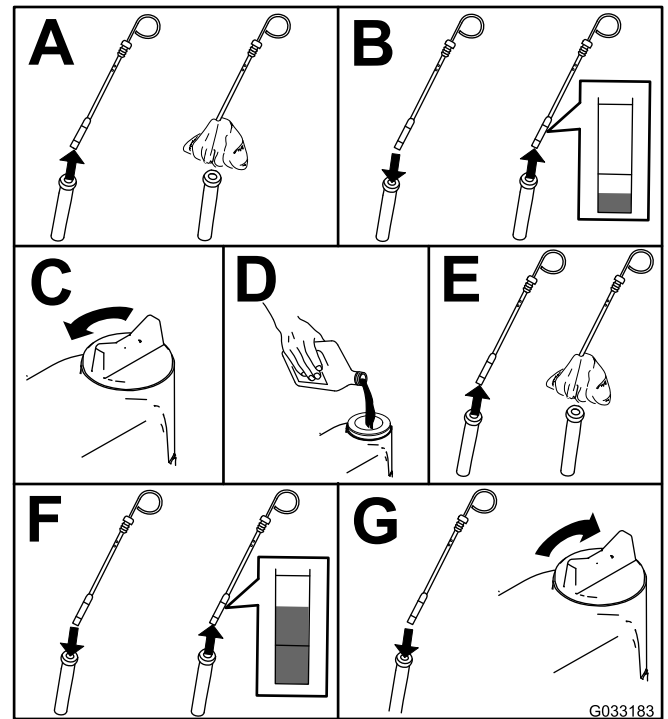

Рисунок 70
2. Проверьте уровень масла в двигателе (Рисунок 70).